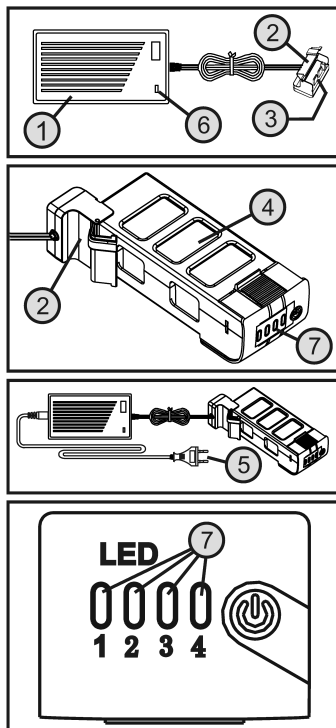

Figure 3
Raccordez la batterie de propulsion (4) à l'adaptateur de charge conformément aux deux figures centrales sur la figure 3.